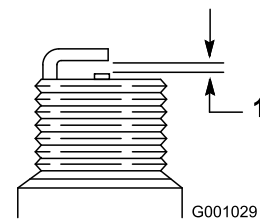

Figure 53
4. Réglez l'écartement des électrodes de la nouvelle bougie à 0,76 mm, comme montré à la Figure 53.